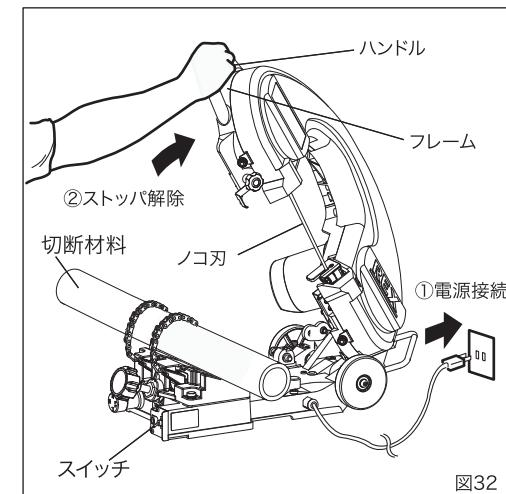
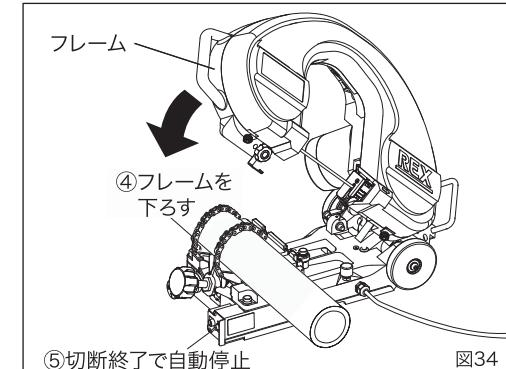

図32
図34
①プレートAのロックbolt 2ヶ所を付属のソケットレンチで緩めます。
②平バイスとプレートAのストップ部に付着している切粉やゴミを除去してください。
③プレートAとストップ部が平バイス台のストップ部に当たる位置まで動かしてください。
④プレートBをプレートAに当て、バイスノブを時計方向に締め込んでください。
⑤プレートAのロックbolt 2ヶ所を付属のソケットレンチでしっかりと締めつけてください。
1. 切断作業(図32～図34)
- ①電源プラグをコンセントに接続します。(図32)
- ②ハンドルを持ち、いったん最上部までフレームを上げてストッパーを解除します。(図32)
- ④ノコ刃が十分に回転速度を上げてからゆっくりと切断材料の上にノコ刃を乗せます。(図34)
- ⑤あとは自動的に切断していき、切断が終了するとスイッチがOFFとなり停止します。(図34)